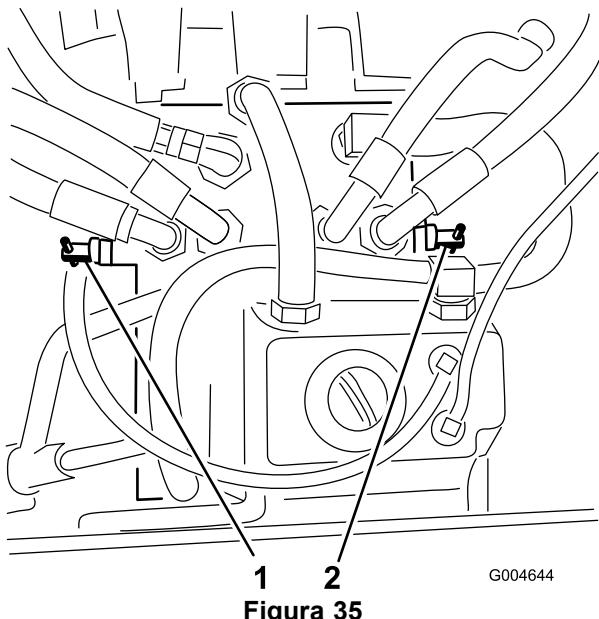

Figura 35
3. Gire las válvulas de desvío una vuelta en el sentido contrario a las agujas del reloj (Figura 35).
Gire cada válvula de desvío una vuelta en el sentido de las agujas del reloj y apriételas a mano (aproximadamente 8 Nm) (Figura 35).